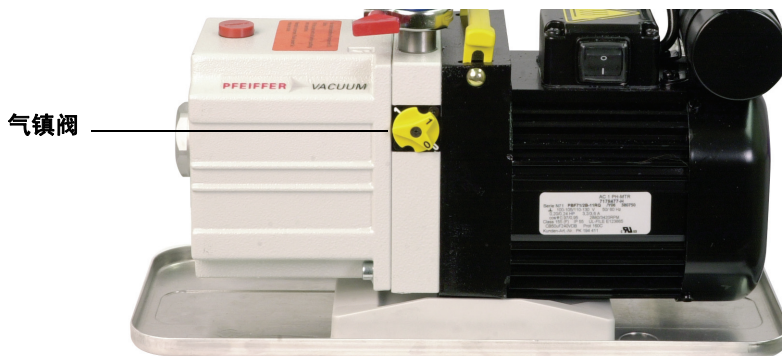

图 49 尽量减少氨气的损害
- 1 旋转前级泵上的气镇阀（图 49）直到 **1** 对齐。前级泵的声音会变得很大。